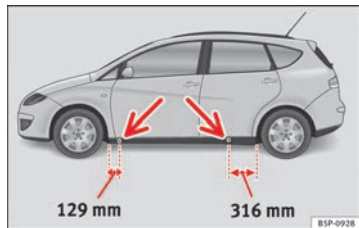

Fig. 174 Puntos de apoyo del gato.
- Busque en el larguero inferior del vehículo el punto de apoyo más cercano a la rueda pinchada ⇒ fig. 174.
En el larguero inferior van marcados los lugares en los que se puede apoyar el gato ⇒ fig. 174. Se ha previsto un lugar para cada rueda. El gato no debe colocarse en otros sitios.